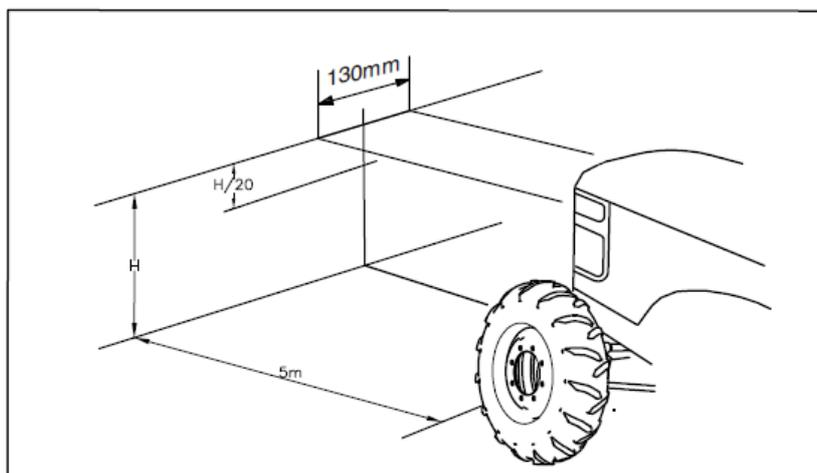

Fig. 5-38 – Verificar o alinhamento dos faróis
**Verificar o alinhamento dos faróis (Fig. 5-38).**
- Pare o trator numa superfície plana, de frente para uma parede sombreada (preferencialmente branca). O trator deve estar descarregado e os pneus devem ter a pressão correta. Marque duas cruzes na parede, em frente aos faróis do trator (Fig. 5-38).